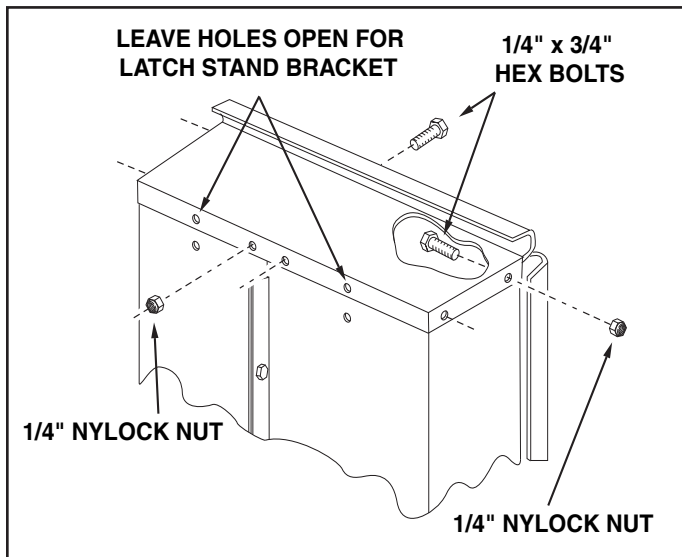

FIGURE 5
9. Assemble the front panel over the end of the cart using six  $1/4" \times 3/4"$  hex bolts and  $1/4"$  nylock nuts as shown in figure 5. Leave two holes in the bottom of the panel empty as shown. With the cart body halves pulled together, **tighten** the bolts in the bottom of the front panel, then **tighten** the bolts in the sides. See figure 5.
9. Assemblez le panneau avant sur l'extrémité de la remorque en utilisant six boulons hex. 1/4" x 3/4" et des contre-écrous hex 1/4" comme montré dans la figure 5. Laissez deux trous vides en bas du panneau comme indiqué. Ayant les éléments de moitié de carrosserie liés l'un à l'autre, serrez les boulons en bas du panneau avant, puis serrez les boulons sur les côtés. Voir figure 5. A ce stade, serrez les boulons assemblés lors de l'étape 4, ce qui fixe le bas de la remorque avec celle-ci.